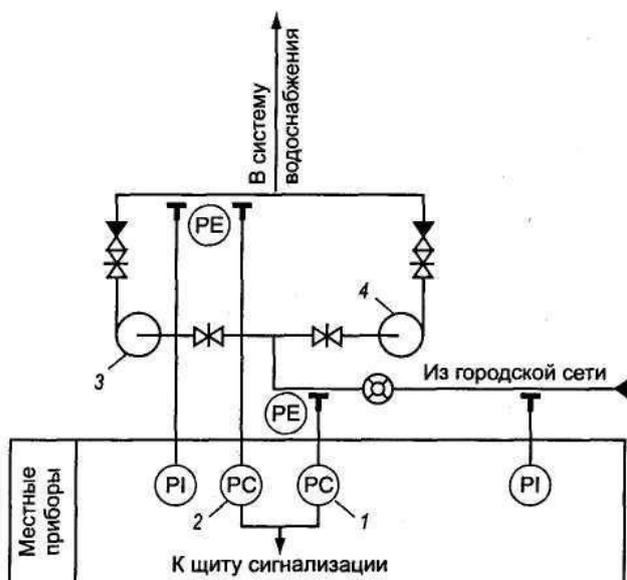

Рис.1. Схема автоматизации объекта
7. Проложить импульсную линию по монтажной схеме автоматизации объекта (рис.1), на которой указана полная характеристика линии (тип материала, который используется, толщина и сечение стенки). Также на схеме (рис.1) указана длина трассы.